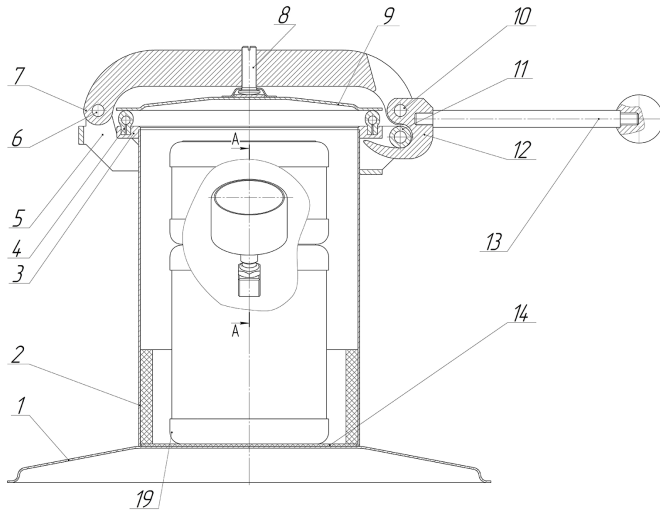

Рисунок 1 — Загальний вигляд пристрою ПГС-2
Камера (Рисунок 1) являє собою стакан 2 циліндричного перетину. У верхній частині стакана є фланець 3, на який встановлюється еластичне ущільнювальне кільце 4. На дно 1 стакана 2 укладено амортизувальну підкладку 14.
2.1.3 Перевірте герметичність пристрою ПГС-2 і попередньо відрегулюйте тиск в його камері. Для цього помістіть в камеру великий вкладиш 19 (SU.PGS.010-05, Рисунок 1) і закрийте її за допомогою запирального пристрою. Манометр має показувати (50 ± 2) мбар. Регулювання тиску, в разі відхилення від норми, виконуйте за допомогою гвинта 8. Для цього послабте встановлювальний гвинт 15 і вкрутіть гвинт 8, якщо потрібно підвищити тиск в камері, або викрутіть його, якщо тиск потрібно зменшити. Після цього зафіксуйте положення гвинта 8 встановлювальним гвинтом 15.